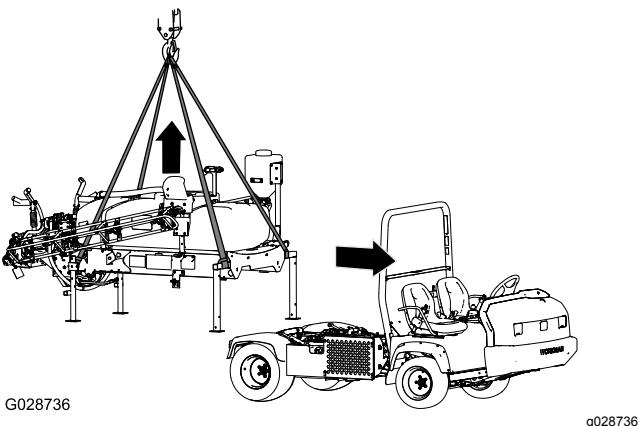

Figura 107
1. Abbassate le barre di circa 45° e ruotatele in avanti (Figura 107).
7. Sollevate il telaio di supporto del serbatoio dalla macchina ad altezza sufficiente per liberare completamente il telaio di supporto dalla macchina (**Figura 107**).
5. Collegate l'attrezzatura di sollevamento ai tubi orizzontali dei cavalletti anteriori e al palo verticale dei cavalletti posteriori (**Figura 107**).